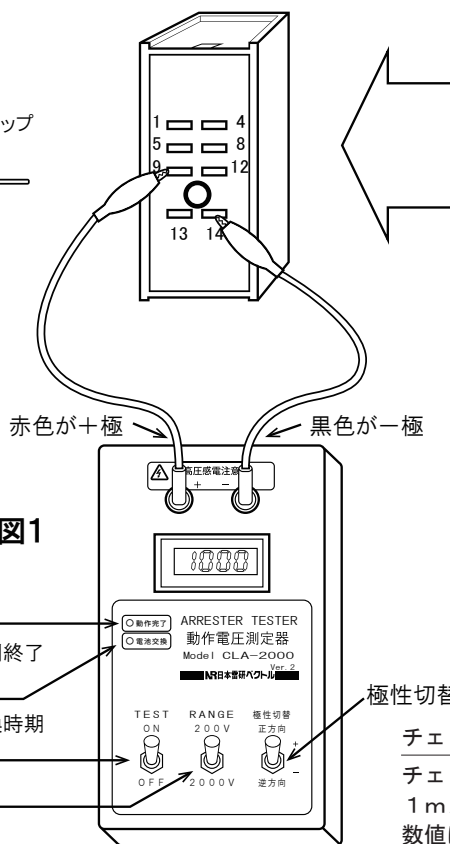

図1
- ① チェッカーCLA-2000を図1のように接続します。
- ② 測定する素子（ZやD）の動作電圧に合わせてRANGE（レンジ）を切り換えてください。
- ③ TESTスイッチをONに投入してください。
- ④ 指示値が下表の範囲外の場合は、劣化と判定します。